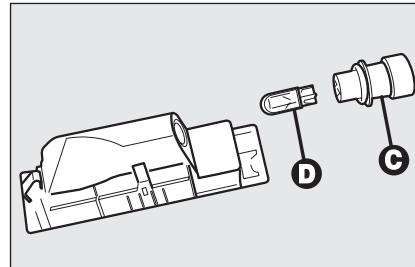

fig. 41
- saque el portalámparas **C-fig. 41** girándolo ligeramente y sustituya la lámpara **D** montada a presión.